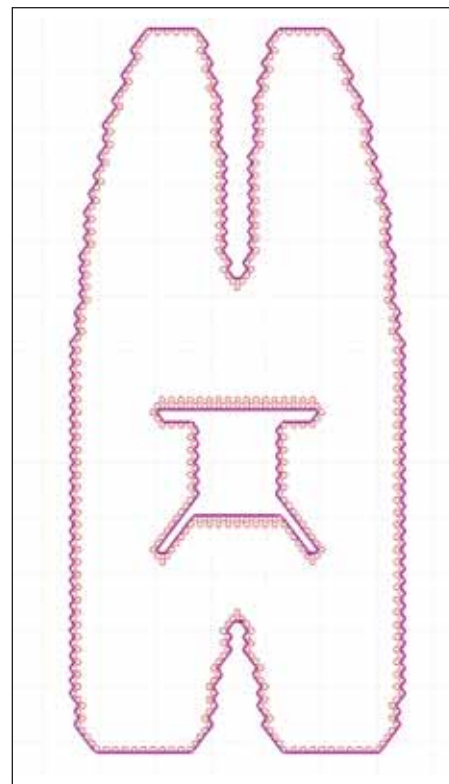

Рис. 3. Построение границы области
- 1) очертить границы этих областей (рис. 3);